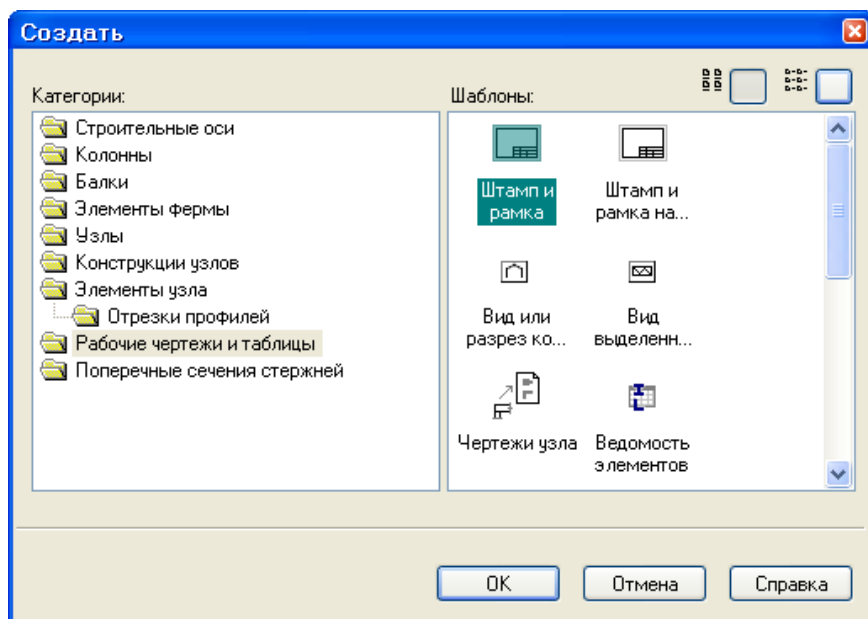

Рис.13.6. Диалоговое окно Создать
- В диалоговом окне **Создать** (рис.13.6) в списке **Категории** выделите папку **Рабочие чертежи и таблицы**, а затем в списке **Шаблоны** выделите эскиз **Штамп и рамка**.